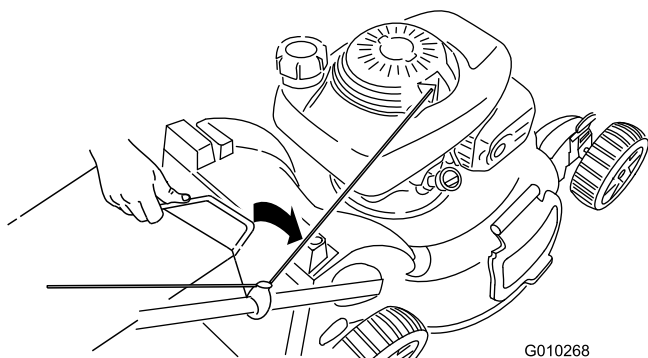

Figure 28
3. Insérez la poignée du bac à herbe dans les rainures en haut de la machine (Figure 28).